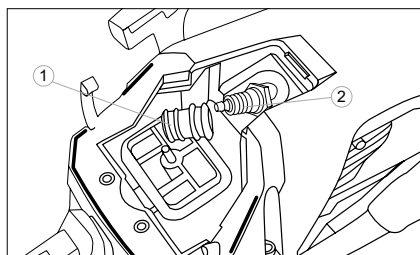

Fig. 26
3. Desconecte el cable de alto voltaje de la bujía¹ (fig. 26).